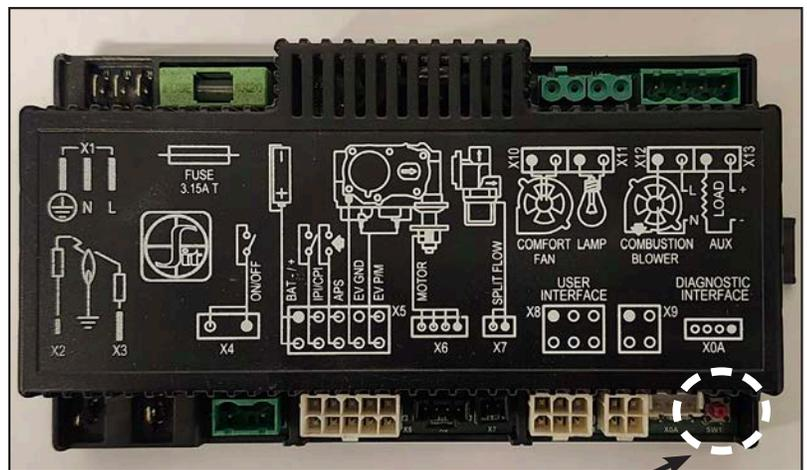

Figure 6: Contrôleur de cheminée intégré (IFC)
L'IFC est le contrôleur principal de votre système de contrôle de cheminée connu sous le nom de Proflame 2. Cette unité contrôlera tous les aspects du foyer en recevant des commandes de l'émetteur à distance. Ce contrôleur est alimenté par 120 VCA mais peut également fonctionner avec une pile de secours (4) AA en cas de panne de courant. Seule la commande du brûleur principal peut être utilisée pendant le fonctionnement avec la pile de secours ; les composants auxiliaires, tels que le ventilateur de convection, ne peuvent pas être utilisés. Utilisez le bouton de réinitialisation (voir la figure 6) pour synchroniser l'émetteur à distance avec l'IFC pour la première fois ou après le remplacement des piles.
Installez les quatre (4) piles AA fournies dans le support de piles IFC (voir la section Batterie de secours). Installez les trois (3) piles AAA fournies à l'arrière de la télécommande. Retirez la façade du foyer et appuyez sur le bouton de réinitialisation de l'IFC (voir les figures 6 et 7), puis écoutez trois (3) bips. Appuyez sur la touche ON de la télécommande et écoutez une autre séquence de bips. Une fois la commande acceptée, le système est initialisé et prêt à être utilisé.